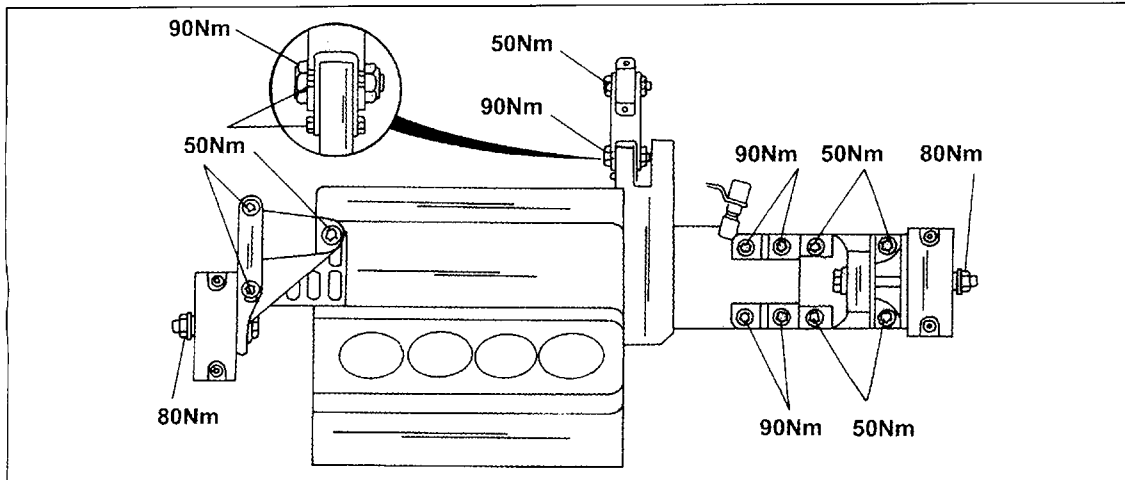

Bild 36
- Nachdem das Triebwerk wieder in seinen Aufhängungen sitzt die Motoraufhängungen anziehen. Diese sind in Bild 36 an einem typischen Beispiel gezeigt. Die folgenden Angaben beziehen sich jedoch auf Bilder 34 und 35: Die Mutter (1) und (2) in der linken und mittleren Ansicht von Bild 34 mit 80 Nm anziehen, die Schrauben (1) bis (3) in Bild 34 rechts und 35 links mit 80 Nm anziehen, beim 2.0-Liter-Motor die drei Schrauben (1) in Bild 35, Mitte mit 50 Nm und die vier Schrauben (2) mit 80 Nm anziehen.